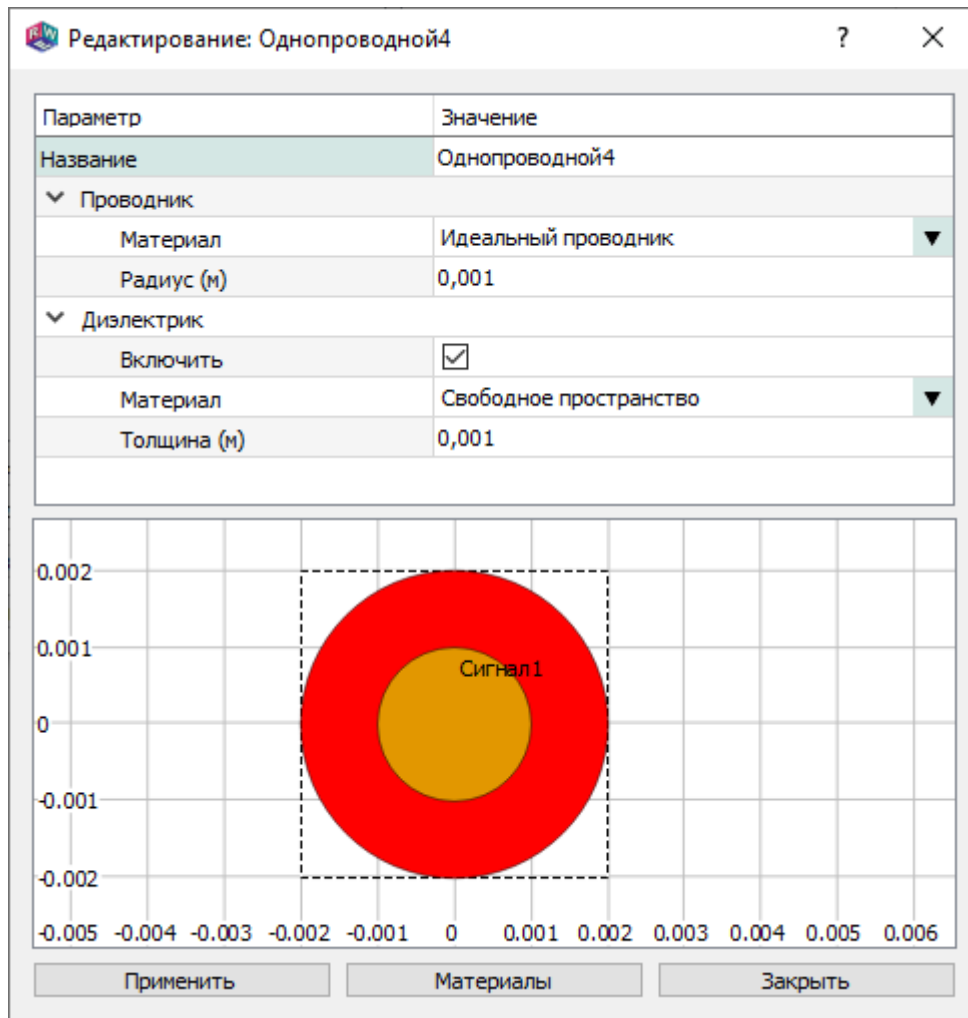

Рис. 164
16.8.3.1. Окно редактирования однопроводного кабеля показано на рис. 164.